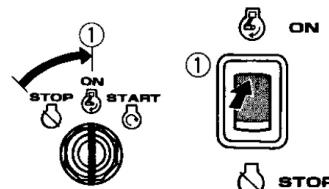

Рис.12
2. Переведіть перемикач запалювання двигуна в положення ON («УВІМК.»)(Рис.12).
6. Переведіть важіль повітряної заслінки карбюратора в положення OFF («ВІМК.») (Рис. 12).